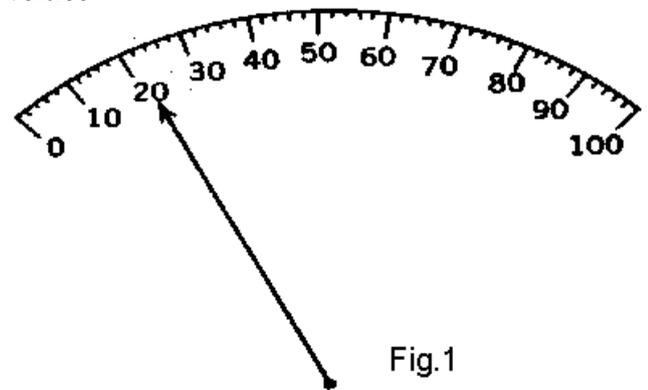

Fig. 1: Escala Lineal de un Voltímetro graduada en Volts. El Alcance es de 100 Volts.
En general las escalas de tensión e intensidad de corriente de los instrumentos son lineales mientras que la escala de ohmios no es lineal. La escala de una regla es ejemplo de una escala lineal. En una regla las distancias iguales están representadas por trazos o divisiones igualmente espaciadas. Así, una distancia de 1 centímetro está representada por el mismo intervalo de calibración entre 1 y 2 o entre 9 y 10. Esto mismo es aplicable a cualquier escala lineal, es decir, la distancia entre dos trazos consecutivos es siempre la misma. La escala de la Fig. 1 es otro ejemplo de escala lineal. La aguja marca distancias iguales en el arco de la escala para variaciones iguales de tensión. Así, la longitud de escala entre 0 y 10 voltios es la misma que entre 10 y 20 voltios o entre 90 y 100 voltios.
Para leer la escala es necesario asignar números a las divisiones que no los tienen. Por ejemplo, en la Fig. 1 hay 5 intervalos iguales entre las divisiones numeradas de tensión. Cada una de estas distancias representa la quinta parte de la diferencia de tensión entre las divisiones numeradas. En la figura 1 cada división representará pues un intervalo de 2 voltios, a esto se lo denomina **factor de escala (K)**.